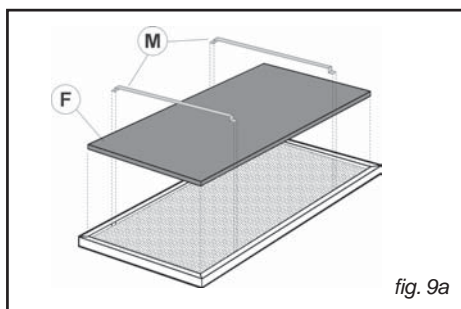

fig. 9a
Togliere i filtri al carbone (F) ed i fermafiltro (B) che si trovano sul filtro antigrasso (Fig. 9a-9b).